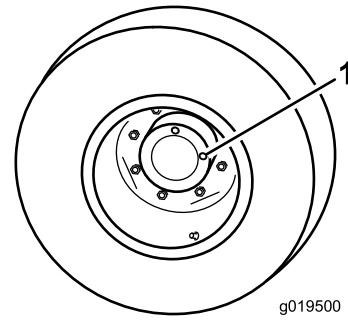

Figura 102
1. Con la máquina en una superficie nivelada, coloque la rueda con un tapón de verificación en la posición de las 12 y el otro en la posición de las 3 (Figura 102).
1. Tapón de verificación/drenaje (2)
2. Retire el tapón de la posición de las 3 (Figura 102).